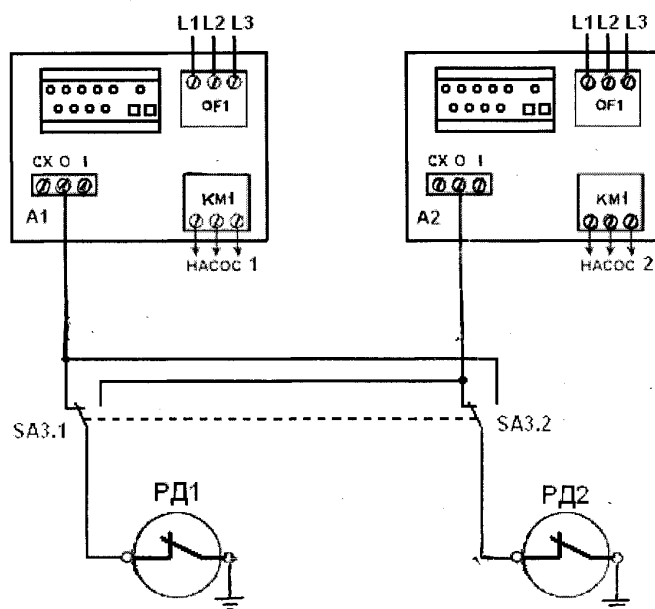

Рис. 2 Схема соединений электрическая
3.13 Схема электрических подключений станции приведена на рис. 2